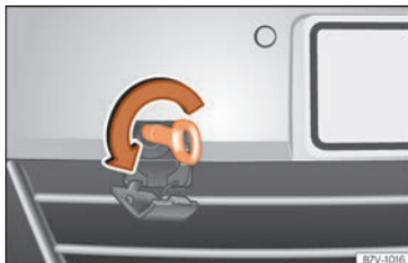

Fig. 105 Na parte direita do para-choques dianteiro: enroscar a argola de reboque.
O alojamento para a argola de reboque enroscável encontra-se na parte direita do para-choques dianteiro »» Fig. 105.
- Enrosque a argola de reboque no seu alojamento **no sentido contrário ao dos ponteiros do relógio** tanto quanto possível »» Fig. 105 »» 🕒. Utilize um objeto adequado para enroscar firmemente a argola de reboque no seu alojamento.